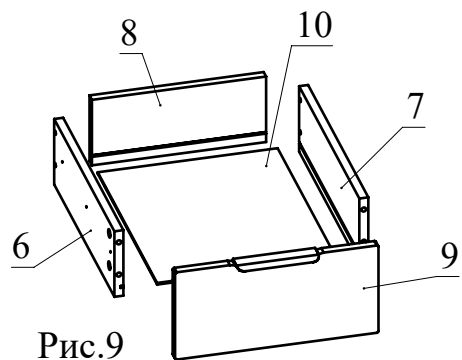

Рис.9
- Соберите ящик. Для этого соедините детали 6 и 7 с деталью 8 при помощи конфирматов. Вставьте дно ящика 10 из ДВП в пазы деталей 6, 7, 8. Соедините фасад ящика с полученной конструкцией и затяните головки минификсов (Рис. 9).